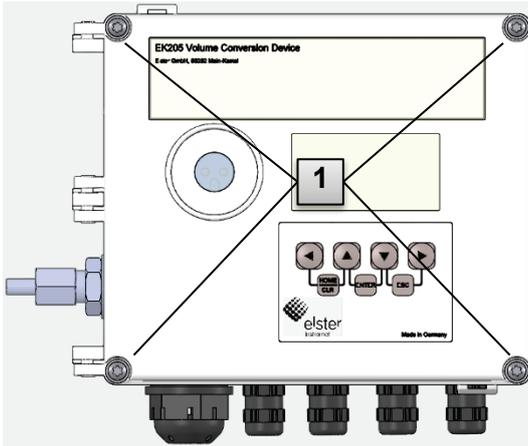

Fig. 24
1. Desserrez les quatre vis du boîtier (Fig. 24 : **1**).
Fermez le boîtier à l'aide des quatre vis prévues à cet effet (Fig. 24 : **1**).